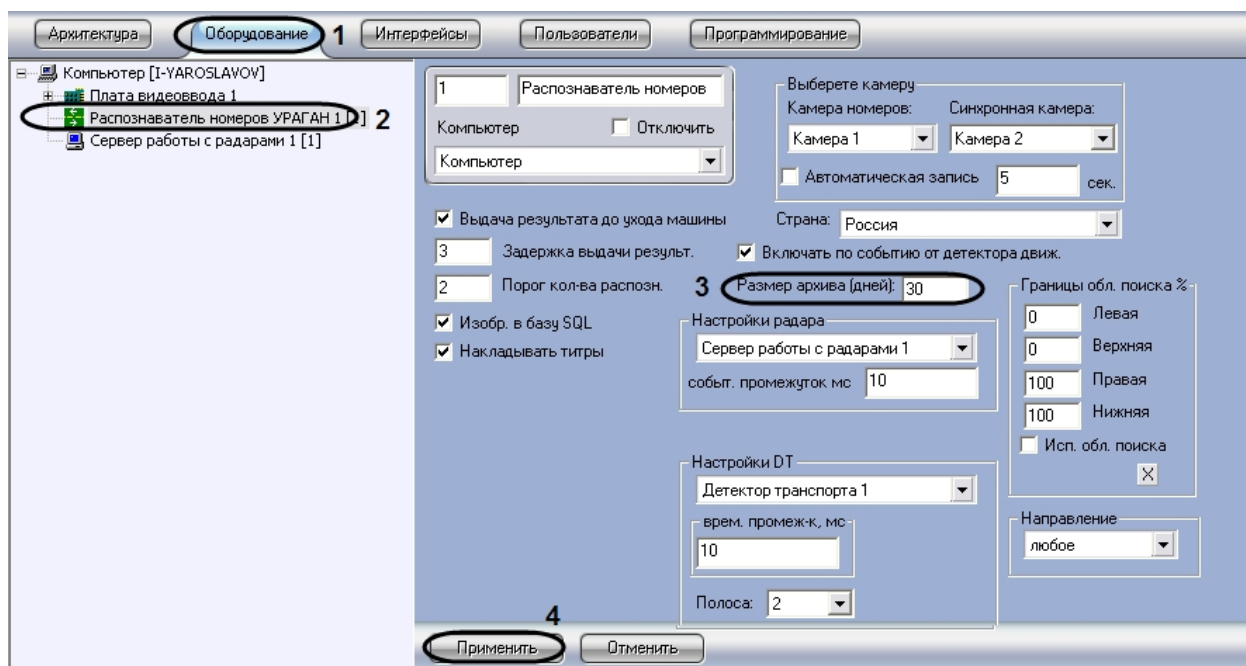

Рис. 33. Настройка глубины хранения записей в базе данных
2. В дереве объектов на вкладке «Оборудование» выбрать объект «Распознаватель номеров УРАГАН», соответствующий настраиваемому программному модулю «Ураган». В правой части вкладки «Оборудование» отобразится панель настройки выбранного объекта (см. Рис. 33).